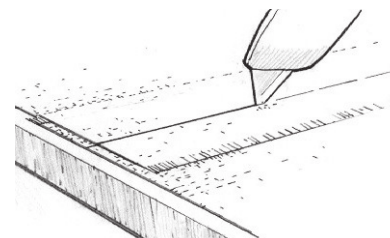

Figure 27 Coupez le tissu débordant après que l'époxyde se gélifie.
- b) Coupez les deux couches du tissu avec un couteau aiguisé (Figure 27), attention de ne pas couper trop profondément.